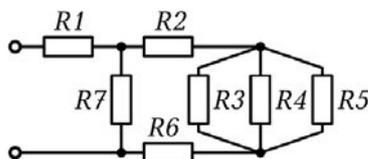

Рис. 1.2.7
**Дано:** схема (рис.1.2.7);  $R_1=1$  Ом;  $R_2=2$  Ом;  $R_3=4$  Ом;  $R_4=6$  Ом;